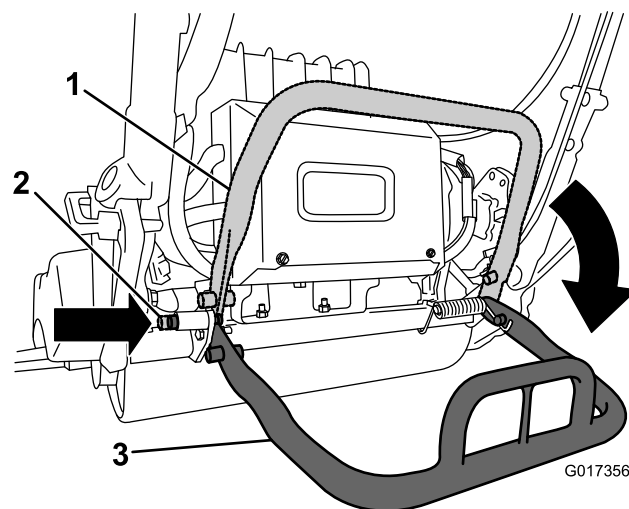

図 4
2. キックスタンドを下げ、ロッキングピンを差し込んでキックスタンドを整備位置に固定する 図 4。